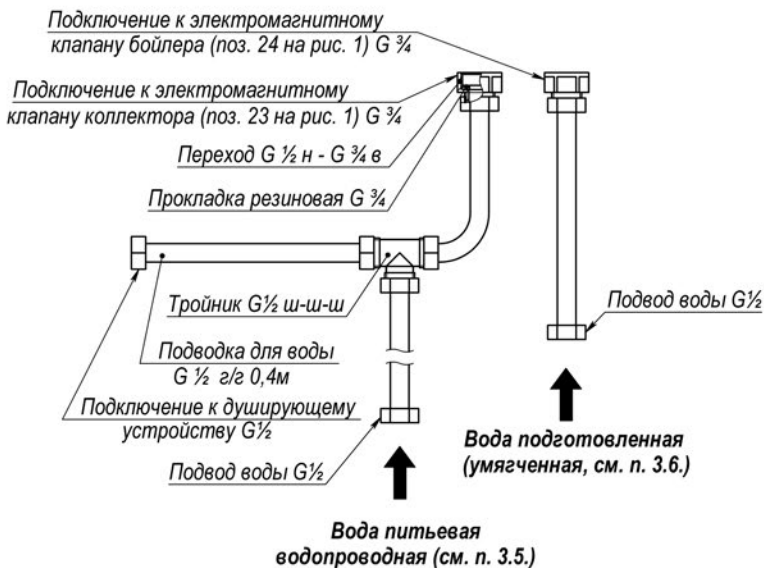

Рис.5. Подключение к водопроводной сети:
3.7. Схема подключения к водопроводной сети может быть **общей** (Рис. 5а) и **раздельной** (Рис. 5б), последняя используется для экономии ресурса фильтр-систем.
3.15. Для подключения душирующего устройства используется кран, расположенный с левой стороны изделия. Его подключение осуществляется с помощью гибкой подводки (Рис.5).